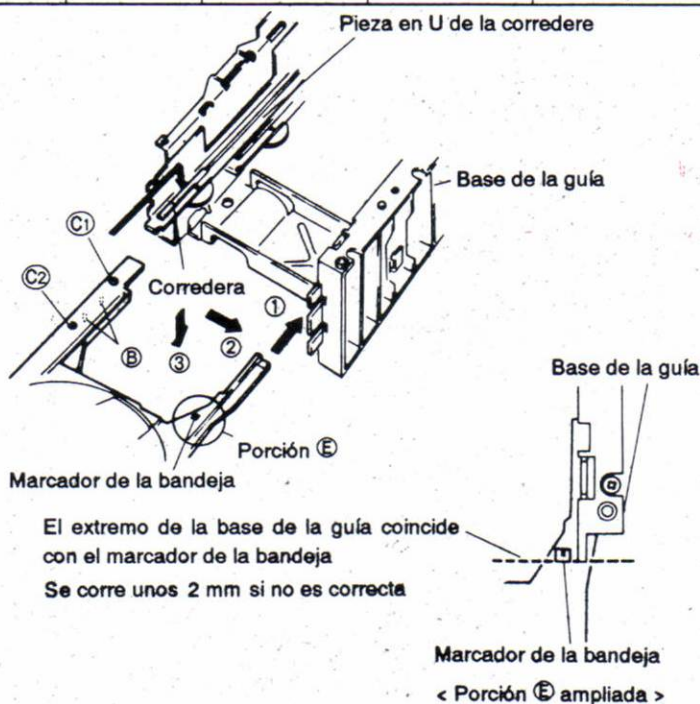
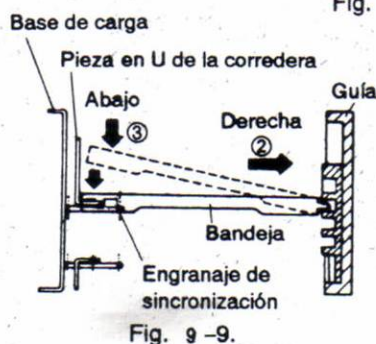
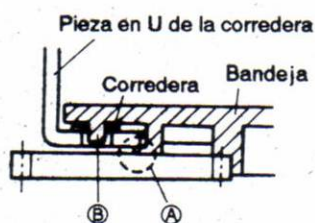

Fig. 9-8.
Fig. 9-9.
Fig. 9-10.
Después de terminar todos los ajustes, fijar la bandeja 1 de la manera siguiente: En primer lugar, desmontar el panel frontal, pues impide el montaje de la bandeja 1. 1. Poner la pieza en U en la posición más avanzada (bandeja totalmente abierta). 2. Poner la corredera en la posición más avanzada como se ilustra en la Fig. 9-8. 3. Como ilustra la línea punteada en la Fig. 9-9, introducir la bandeja hasta la posición en que sus agujeros coincidan con los de la corredera (asegúrese de que la corredera no se deslice hacia atrás). 4. Bajar la bandeja empujándola hacia la derecha (hacia la guía), mientras se sostiene la corredera desde abajo con un dedo. 5. Ajustar la posición de la bandeja de manera que el gancho (A) y la parte sobresaliente (B) queden en la posición correcta según se ilustra en la Fig. 9-10. Comprobar que el engranaje de sincronización engrana correctamente con el de la bandeja. 6. Comprobar que los agujeros de montaje de la corredera coinciden con los del centro de la bandeja. Apretar los tornillos (C1) y (C2) en este orden. 7. Después de terminar el montaje, abrir completamente la bandeja y comprobar que las piezas ocupan las posiciones ilustradas en la porción (E) ampliada. Si la posición no es satisfactoria, se debe repetir el ajuste nuevamente desde el comienzo.